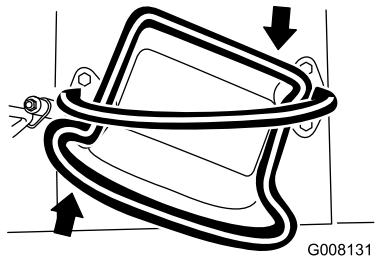

Figura 11
- Per girare a destra, ruotate il controllo della trazione in senso orario (Figura 11).